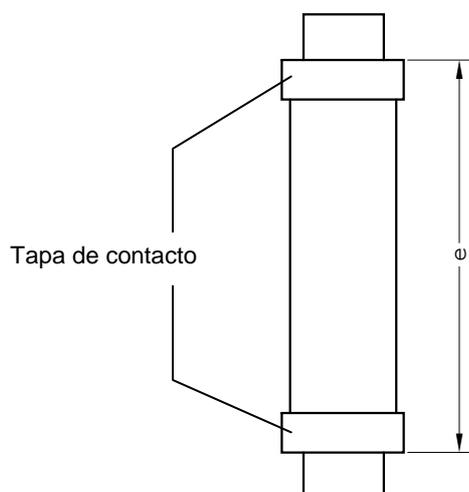

Figura 6.16
- Colocar el fusible nuevo. Insertar el cartucho fusible HRC (véase la figura 6.16) conforme a DIN 43625 e IEC 60282-1, medición de inclinación  $e = 292$  mm con el percutor hacia arriba en el portafusibles.